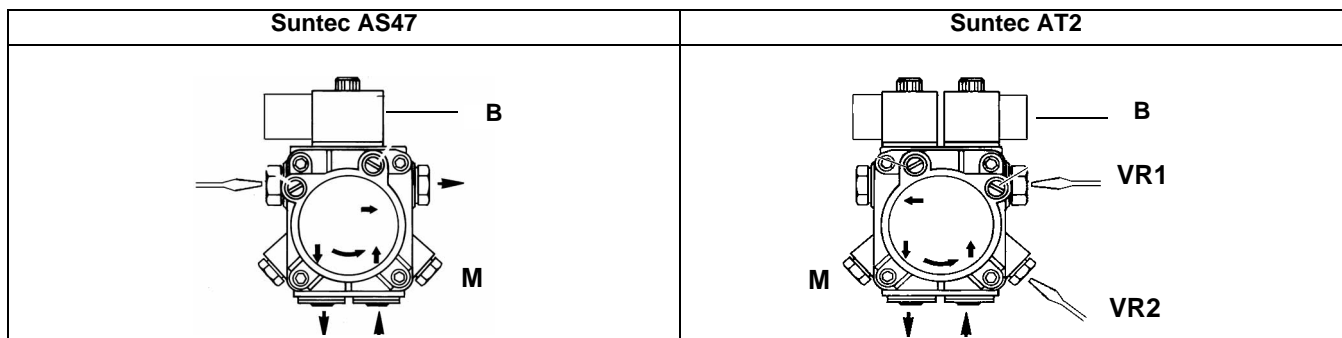

Рис. 21
6) (только для горелок **HS18**) для того, чтобы отрегулировать запуск на уменьшенной мощности, на фазе предварительной продувки отрегулировать давление на насосе с помощью винта **VR1** (Рис. 21), на основании расхода, требуемого при розжиге (например 9-10 бар), никогда не опускаясь ниже 8 бар.
7) (только для горелок **HS18**) после фазы розжига, электронный блок контроля пламени дает команду на ввод в действие второй ступени (пламя в режиме): отрегулировать давление на насосе с помощью винта **VR2** (Рис. 21), на основании требуемого расхода, (например 17-18 бар), никогда не превышая давление свыше 18 бар.
10) заново подсоединить катушку **B** к насосу (Рис. 21);